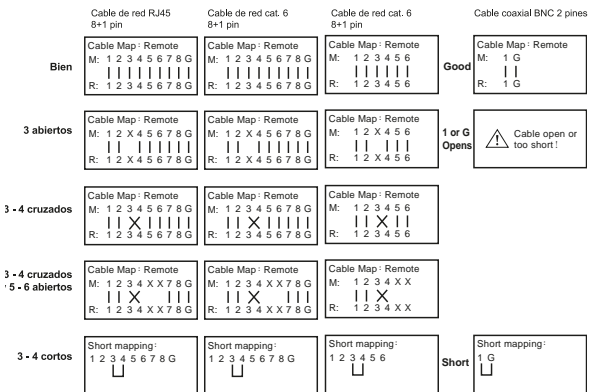

Figura 4-2. Explicación de los resultados del mapeo de cables con la unidad remota de serie
4. El resultado de la prueba de 1 a 1 unidad remota se muestra en el LCD. Consulte la figura 4-2